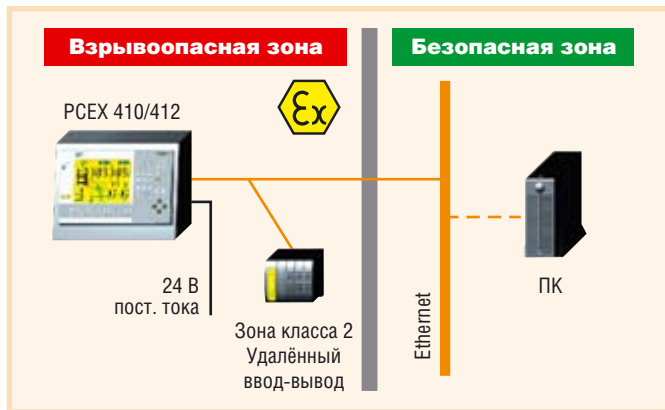

Рис. 22. Соединение ПК VISUEX через промышленную сеть Ethernet с модулями удалённого ввода-вывода и сервером (или ПЛК)
- подключение к модулям удалённого ввода-вывода через сеть Ethernet (рис. 22);